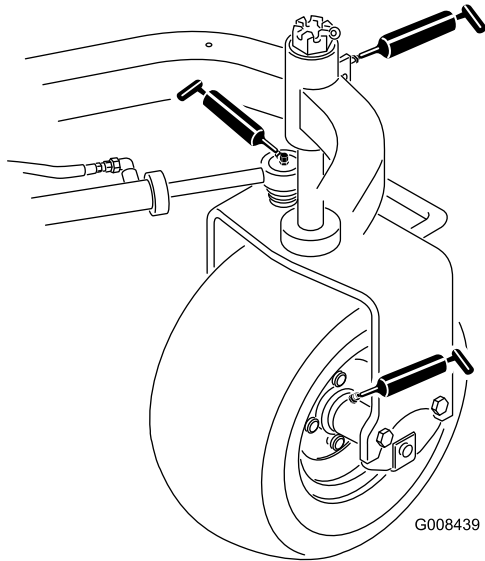

図 26
- 後ホイールハブヶ所 図 26
- キャスタベアリング1ヶ所 図 26
- ステアリングシリンダ2ヶ所 図 26